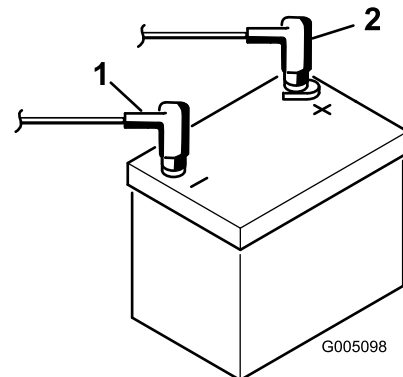

Figura 44
1. Desconecte el cable negativo (negro) y luego el cable positivo (rojo) de la batería (Figura 44).
6. Conecte el cable positivo (rojo) al borne positivo (+) y luego el cable negativo (negro) al borne negativo (-) de la batería (Figura 44), y sujételos usando los pernos y las tuercas que se retiraron anteriormente. Deslice la cubierta de goma sobre el terminal positivo para evitar posibles cortocircuitos eléctricos.